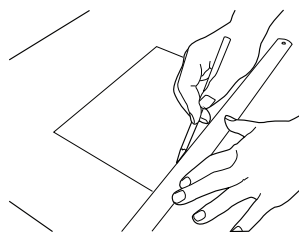

Fig. 13
1. Marcar a linha de corte na peça de trabalho (Fig. 13).
3. Coloque a placa de base (11) plana sobre a peça de trabalho e ligar o laser (8).